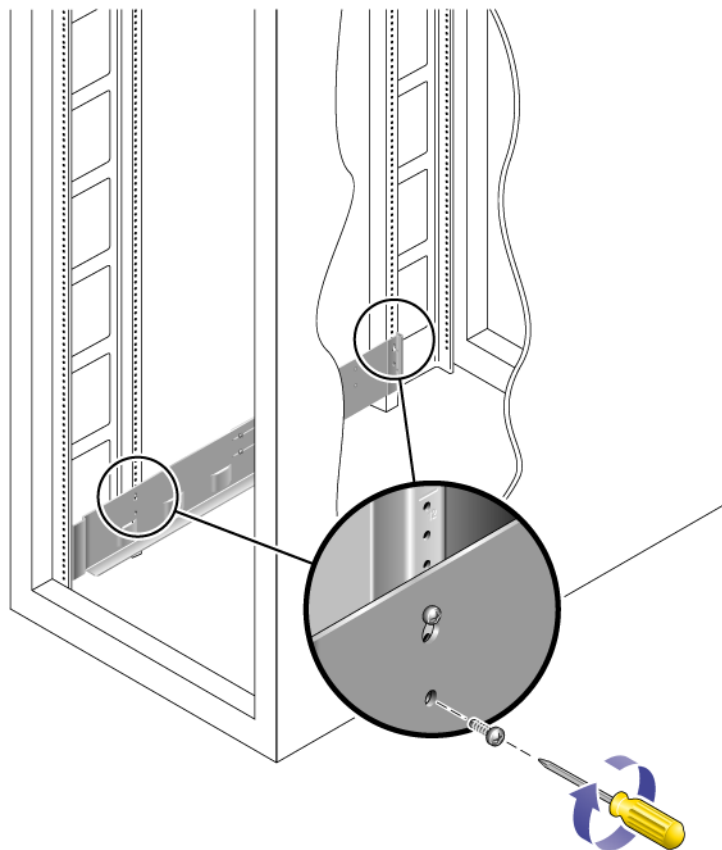

図 2-22 キャビネットの側面下部の固定穴へのねじの挿入
4. プラスのねじ回し (Phillips の 2 番) を使用して、2 本の 10-32 ねじをレールの下側の固定穴に差し込みます (図 2-22)。